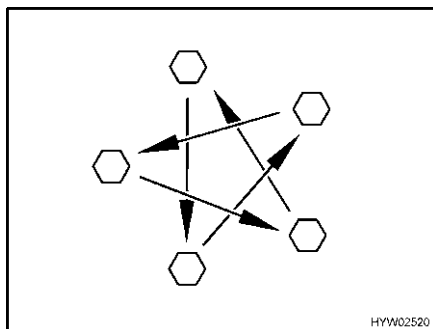

Fig. 209 Serrare a croce i dadi o i bulloni delle ruote
- Controllare regolarmente il serraggio dei dadi o dei bulloni. Regolare a croce (Fig. 209) il serraggio dei dadi o dei bulloni di una ruota sostituita dopo circa 50 km.
- ▷ Serrare a croce i dadi o i bulloni delle ruote (Fig. 209).